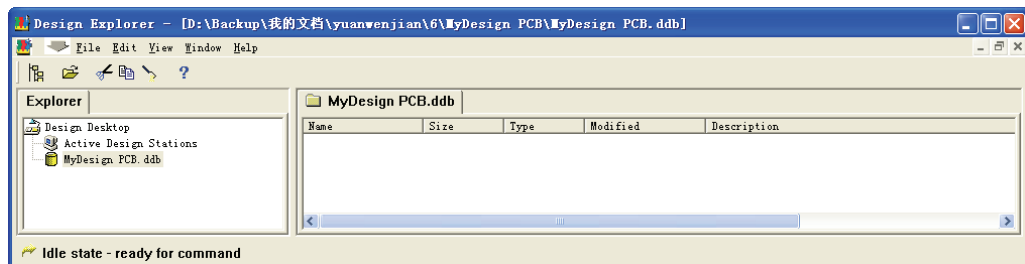

图 6-72 显示工作区
- (4) Protel 99 SE 在工作区打开工程文件，显示一个空的“Document”文件夹，如图 6-72 所示。